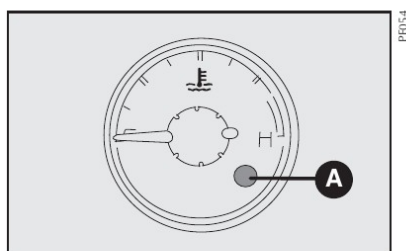

fig. 34
## INDICADOR DE TEMPERATURA DO LÍQUIDO DE ARREFECIMENTO DO MOTOR - fig. 34
**Advertência: se o indicador estiver no início da escala (temperatura baixa) com a luz-espia A-fig. 34 de excesso de temperatura ou com a luz-espia  do sistema de injeção acesa, é sinal de anomalia no sistema. Neste caso, procurar a Rede Assistencial Fiat.**